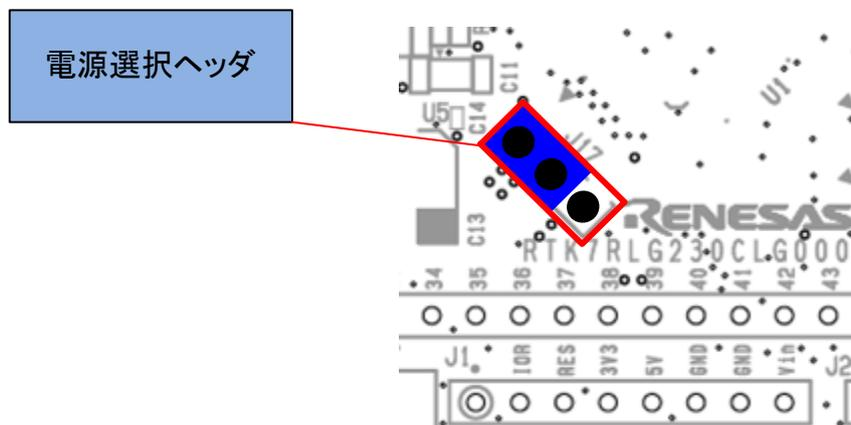

図 5-4: 5V 使用時のヘッド設定(部品面)
- ・ J17 1-2 ショート：5V 電源を選択。出荷時初期設定。(図 5-4)